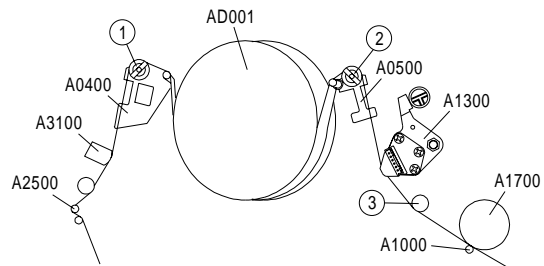
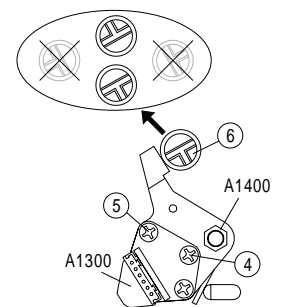
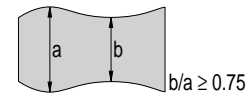

Fig. 22
Fig. 24
Fig. 25
- Umlenkrollen (1) / (2) (Fig. 22) bei Bedarf so einstellen, dass das Band an diesen nicht bündelt.
- Neigungswinkel des Kombikopfes mit der Schraube (4) (Fig. 24) so einstellen, dass das Band mittig am Bandführungsbolzen (3) (Fig. 22 / 23) vorbeiläuft.
- Oszilloskop am Steckerkontakt PY01-(1) anschließen.
- Mit der Höheneinstellschraube (Pos. A1400, Fig. 24) maximale Ausgangsspannung einstellen.
- Mit der Azimuteinstellschraube (⑤, Fig. 24) maximale Ausgangsspannung einstellen.
- Mit den Tasten **▲▼** "Service Code" anwählen und den Code **⑧ ⑤ ⑩ ⑩** eingeben.
Mit der X-Abstand-Einstellschraube **⑥** (Fig. 24) ist der X-Abstand bei den Trackingfunktionen "ATK off – max" und "ATK off – min" in der mechanischen Einstellmitte so einzustellen, dass die Amplitude der FM-Pakete gleich groß ist.
- Die Umlenkrollen **① / ②** (Fig. 22) so einstellen, dass die FM-Pakete an der Bandeinlaufseite und der Bandauslaufseite den Grenzwert $b/a \geq 0,75$ (Fig. 25) einhalten.
- Die Umlenkrollen **① / ②** (Fig. 22) so einstellen, dass die Amplitude der FM-Pakete möglichst geradlinig verläuft.
- linke Umlenkrolle **①** (Fig. 22) im Uhrzeigersinn drehen.
- rechte Umlenkrolle **②** (Fig. 22) im Uhrzeigersinn drehen.
- linke Umlenkrolle **①** (Fig. 22) entgegen dem Uhrzeigersinn drehen.
- rechte Umlenkrolle **②** (Fig. 22) entgegen dem Uhrzeigersinn drehen.
- Taste "Bildsuchlauf rückwärts" drücken und nach 15 Sekunden Taste "Wiedergabe". Nach weiteren 3 Sekunden muss die Amplitude der FM-Pakete wieder das Maximum erreichen und deren Hüllkurve geradlinig sein. Gegebenenfalls sind die Umlenkrollen **① / ②** (Fig. 22) nachzustellen.